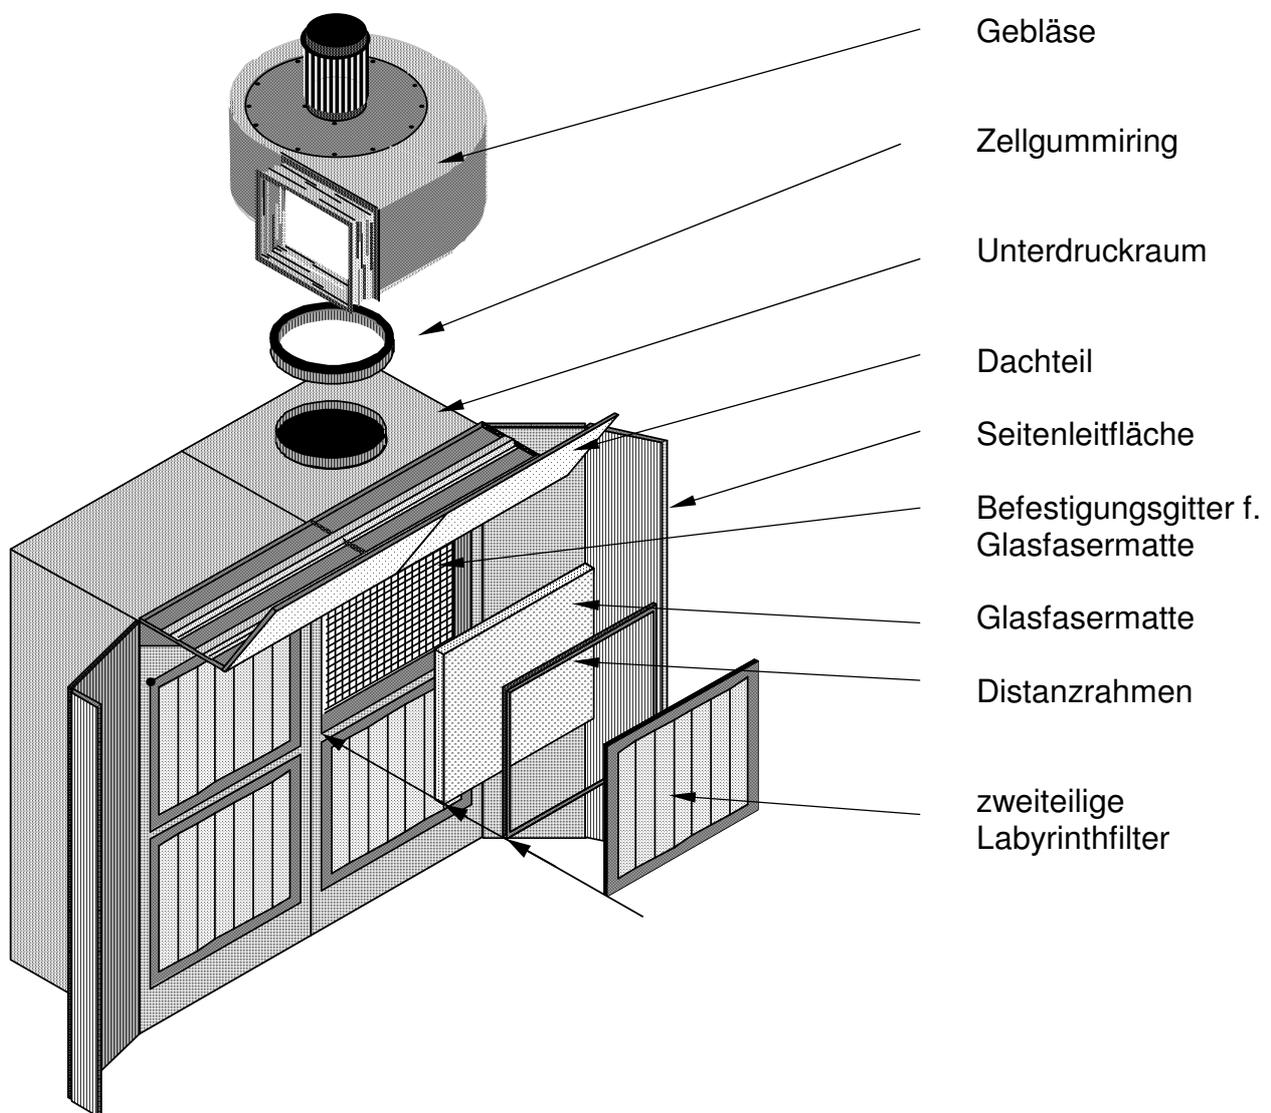

Abb. 3
Die Absaugkabinen sind werkseitig vormontiert. Schrauben und andere Kleinteile finden Sie in der Verpackung, die die Gebläseeinheit enthält. Beachten Sie für Montagearbeiten Abb. 3.
Achten Sie darauf, daß die Versteifungsprofile nach oben gerichtet sind (siehe Abb. 3).
5. Installieren Sie das Filtersystem. Beachten Sie hierzu Abb. 3 und 5/6.